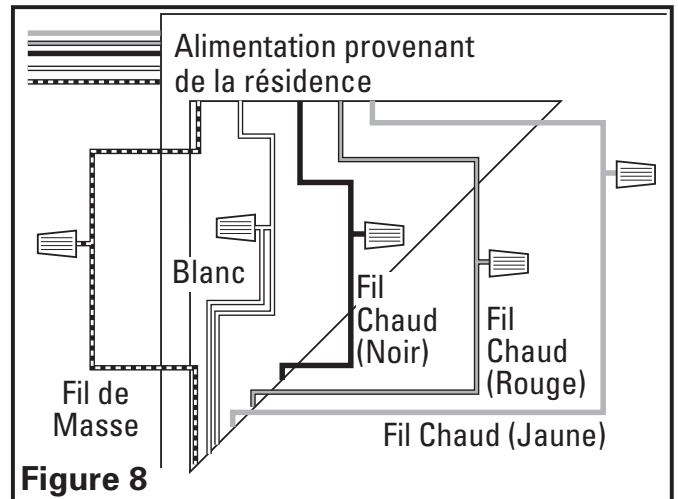

Figure 8
3. Par là où vous avez choisi d'accéder à la boîte de jonction du ventilateur, raccorder un fil blanc de la maison aux deux fils blancs du ventilateur. Raccorder un fil vivant (noir) du commutateur mural au fil noir du ventilateur (celui-ci est pour le contrôle du ventilateur). Raccorder le second fil vivant (rouge) du commutateur mural au fil rouge du ventilateur (celui-ci pour le contrôle de la lumière de nuit). Raccorder un troisième fil vivant (jaune) du commutateur mural au fil jaune du ventilateur (celui-ci est pour le contrôle de la lumière principale). Raccorder le fil de mise à la terre de la maison au fil vert du ventilateur (**Figure 8**). Utiliser des méthodes de raccordement approuvées pour toutes les connexions.